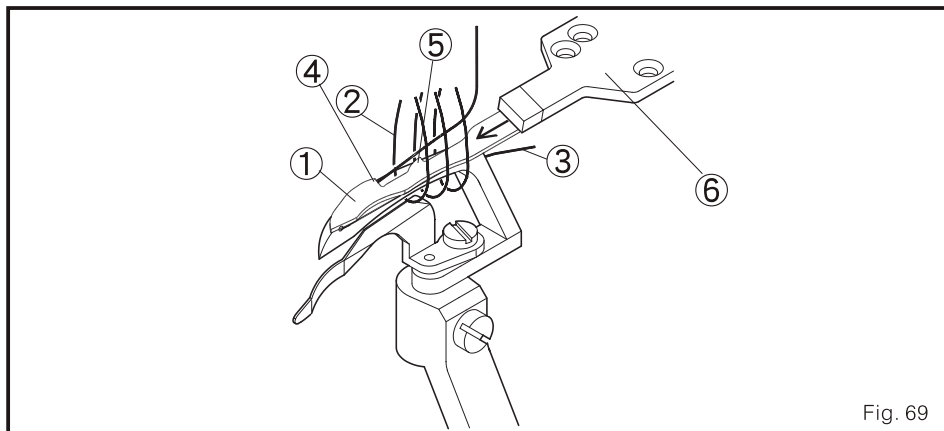

Fig. 69
1. Quando o refilador inferior 1 se mova de direito para esquerda. Isto tem que passar pelos anéis de fio da agulha (Fig. 69)